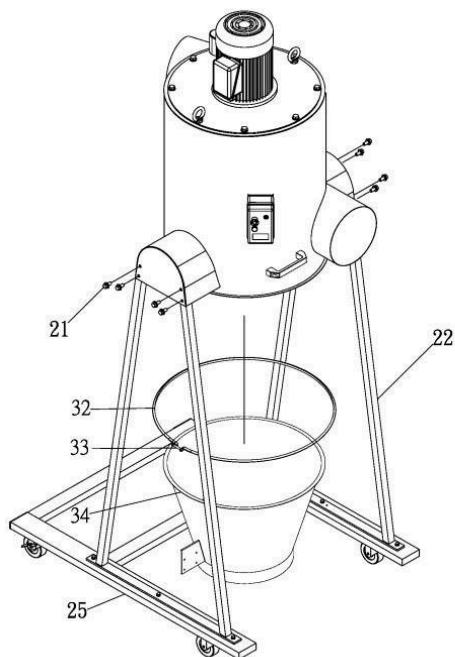

Рисунок 4.
Шаг 4-2. Установите конус (34) на главный корпус (16) и закрепите при помощи хомута (32) и болта (33). См. рисунок 4.